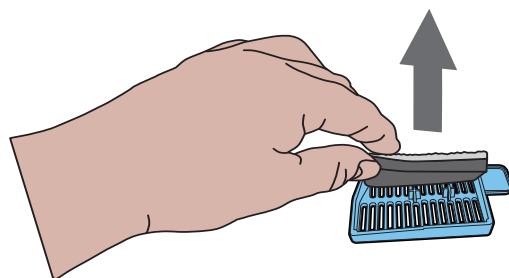

Fig. 18
7. Skift ut filterkombinasjonen for å sørge for at det svarte filteret er i kontakt med plastholderen. (Se fig. 18)